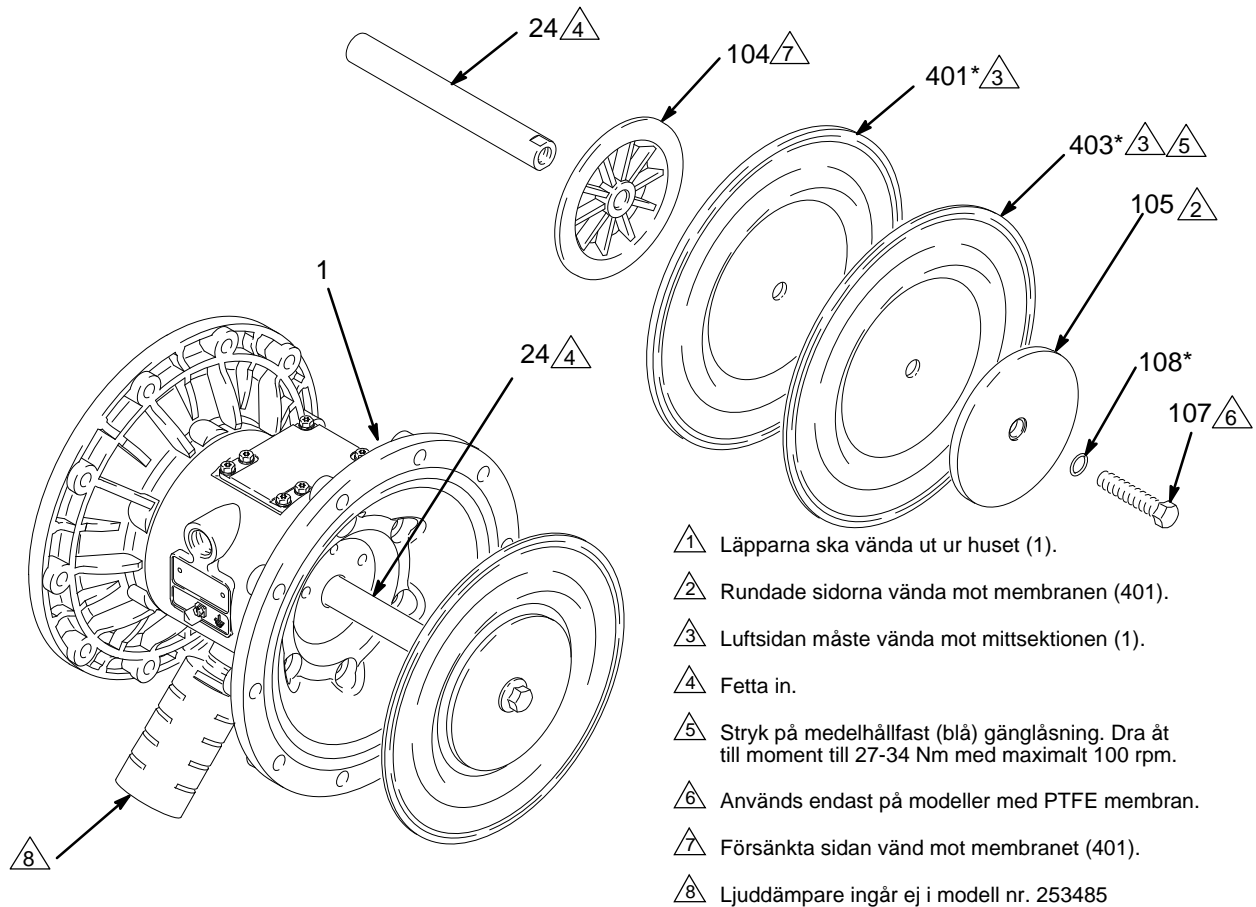
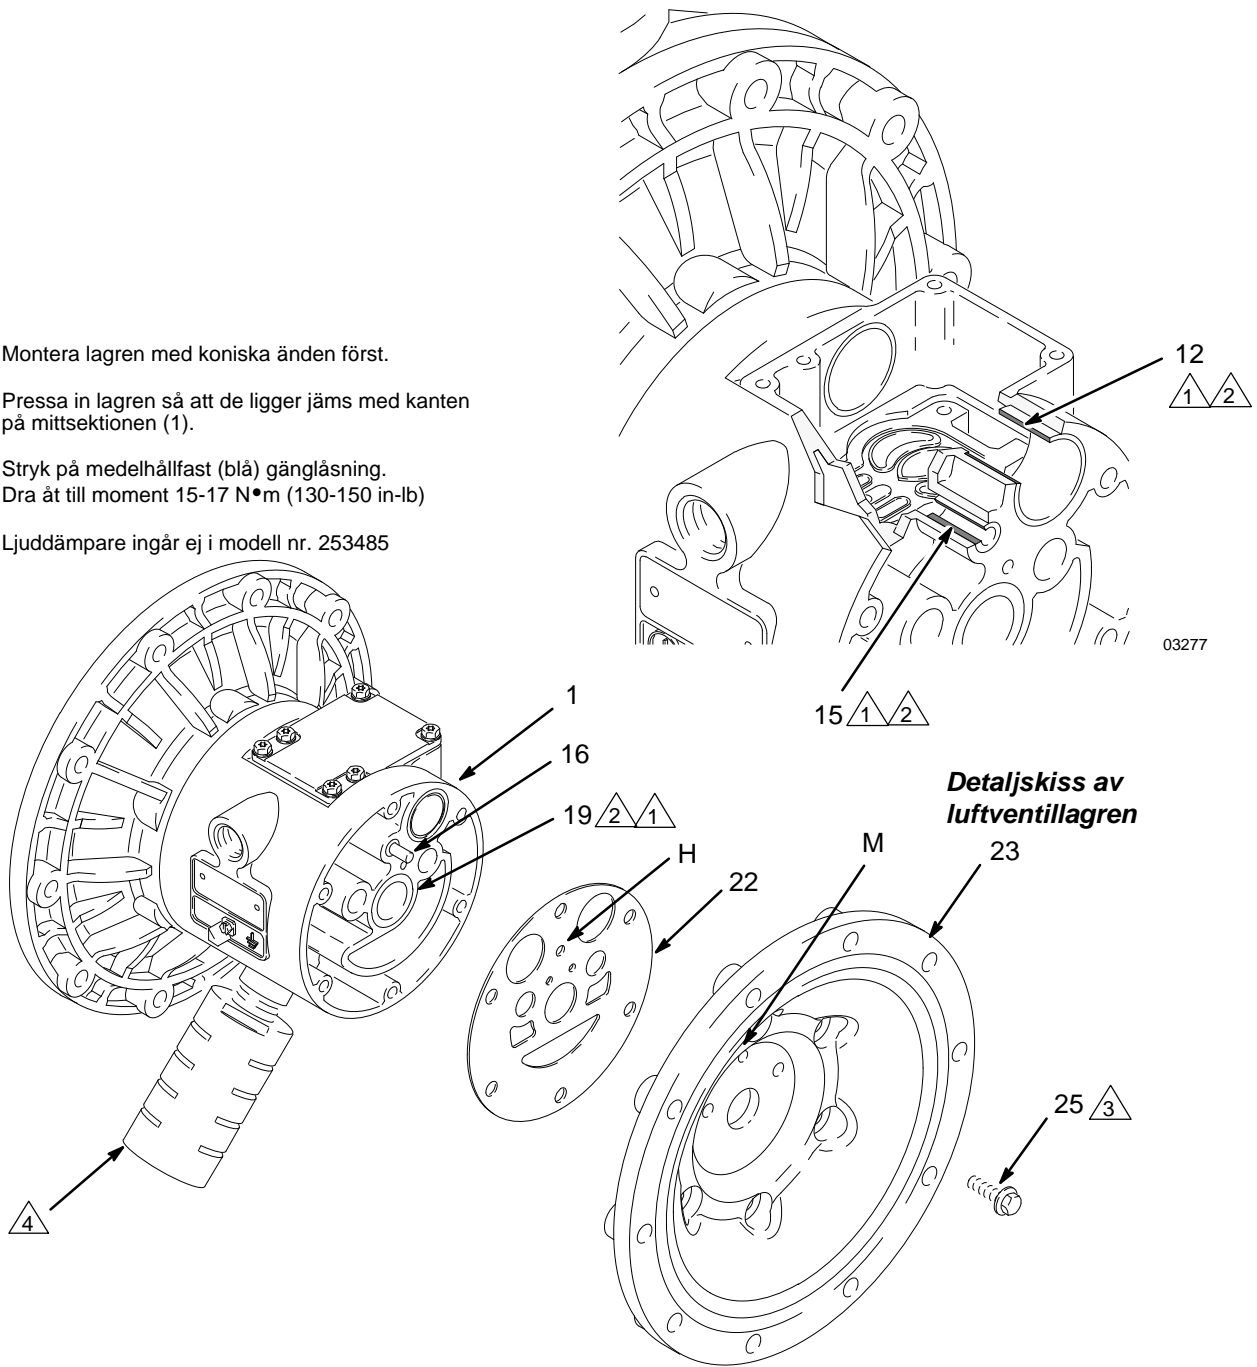

FIG. 12
FIG. 13
- Lossa men ta inte bort membranstångbultarna (107) med en 15 mm hylsnyckel (1" på modeller av rostfritt stål) på båda bultarna. *OBSERVERA: Detta steg gäller inte för pumpar med övergjutna membran.*
- Skruva bort en bult från membranstången (24) och ta bort o-ringen (108), membranbrickan (105) på vätskesidan, PTFE-membranet (403, *endast på PTFE-modeller*), membranet (401) och membranbrickan (104) på luftsidan. Se FIG. 12.
- Dra ut den andra membranenheten och membranaxeln (24) ur mittsektionen (1). Håll fast de plana axelytorna med en 19 mm fast nyckel och ta bort bulten (107) från axeln. Ta isär den andra membranenheten.
*Övergjutna membran:* Dra ut den andra membranenheten och membranaxeln (24) ur mittsektionen (1). Håll fast de plana axelytorna med en 19 mm fast nyckel och ta bort membranet och plattan på luftsidan från axeln.
- Se efter om membranaxeln (24) är sliten eller repad. Inspektera lagren (19) på plats om den är skadad. Se sidan 22 om lagren är skadade.
- Stick in en o-ringskrok i mittsektionen (1) och kroka i packboxarna (402). Dra sedan ut dem ur huset. Detta kan göras med lagren (19) sittande kvar.
- Montera packboxarna (402\*) så att läpparna vänds **ut** ur huset (1). Smörj in tätningarna. Se FIG. 12.
- Montera membranenheten på ena änden av stängen (24) enligt nedan. *Fortsätt direkt med steg g för pumpar med övergjutna membran.*
- OBSERVERA:** Hoppa över steg 4 om enbart membranstånglagret (19) tas bort.
5. Skruva med en 10 mm hylsnyckel bort skruvarna (25) som håller fast luftlocken (23) på mittsektionen (1). Se FIG. 13.
6. Ta bort luftlockpackningarna (22). Byt alltid ut packningarna mot nya.
7. Ta bort membranstånglagren (19), luftventillagren (12) eller styrostiftlagren (15) med en avdragare. Avlägsna ej oskadade lager.
8. Stick in en o-ringkrok i mittsektionen (1) och kroka i och dra ut u-packboxarna (402) ur huset om du
demonterat membranstånglagren (19). Inspektera tätningarna. Se FIG. 12.
1. Montera u-packboxarna (402\*) om de tagits bort. Vänd läpparna **ut** ur huset (1).
2. Lagren (12, 15 och 19) är koniska och kan bara monteras åt ett håll. Sätt i lagren i mittsektionen (1) **koniska änden först**. Pressa lagret på plats med en press eller med block och gummiklubba så att det ligger jäms med kanten på mittsektionen.
4. Passa in den nya luftlockpackningen (22) så att styrostiftet (16) som sticker ut ur mittsektionen (1) går genom rätt hål (H) på packningen.
5. Passa in luftlocket (23) så att styrostiftet (16) går i mittenhålet (M) av de tre små hålen nära lockets mitt. Applicera medelhållfast (blå) gänglåsning på gångorna på skruvarna (25) och dra åt skruvarna med handkraft. Se FIG. 13. Dra skruvarna korsvis och jämnt till moment 15-17 N•m.